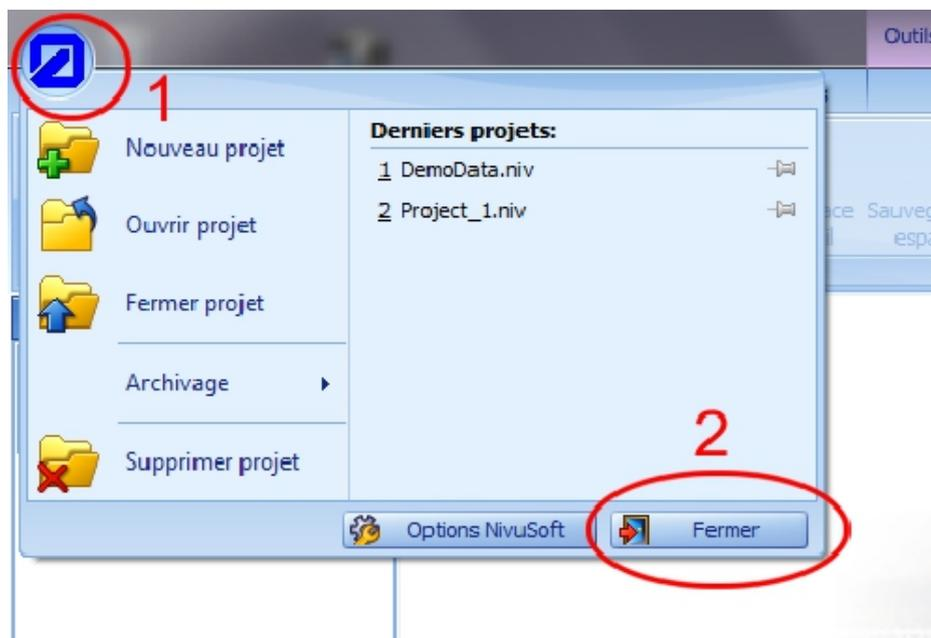

Figure 4: Fermer via le „Menu principal“
Via le menu principal (1) (sélectionnez le logo NIVUS, en haut à gauche) et l'option „Fermer“ (2) (voir Figure 4).